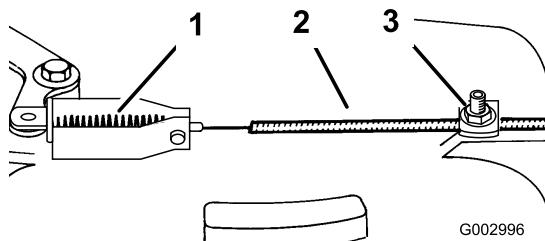

Figura 33
- Afloje el tornillo de la abrazadera hasta que se deslice el conducto del cable del freno (Figura 33).